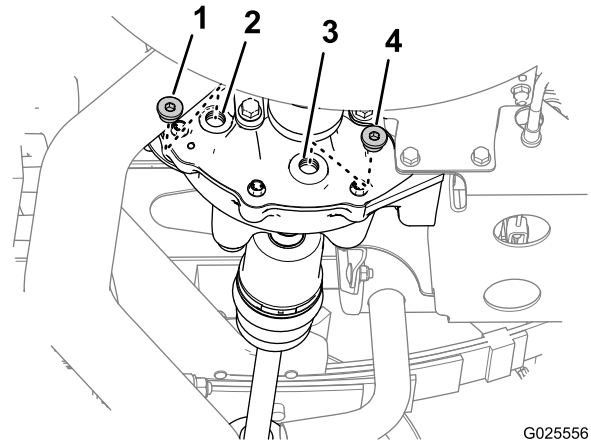

図 75
1. ドレンプラグの下にオイルを受ける容器をおく 図 75。
2. デファレンシャルの補給ポートから補給プラグを、ドレンポートからドレンプラグを、外す 図 75。
4. ドレンポートにドレンプラグを元通りに取り付け 図 75、プラグを 1419Nm 13.619.0kg.m = 1014ft-lb にトルク締めする。
5. デファレンシャルの補給ポートから所定のオイルを 550 ml 入れる 図 75。
6. 補給ポートに補給プラグを元通りに取り付け 図 75、プラグを 1419Nm 13.619.0kg.m = 1014ft-lb にトルク締めする。